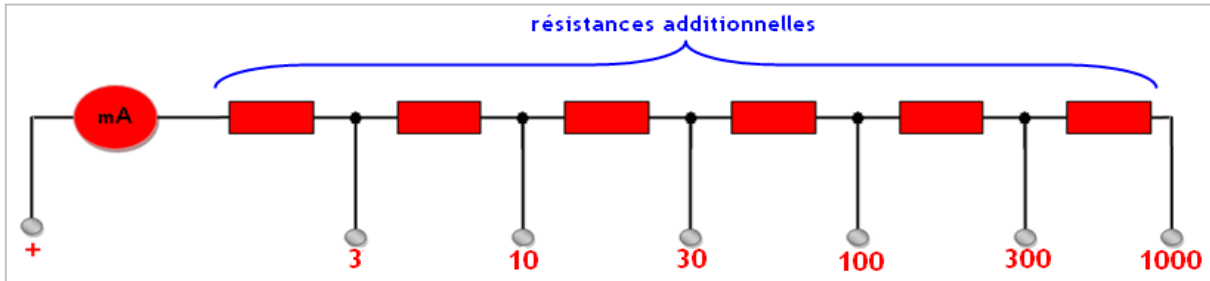

Figure 2 : Principe du voltmètre " multicalibres ".
Exemple : le voltmètre A. O. I. P H 416 possède six (6) calibres (fig. 2) :